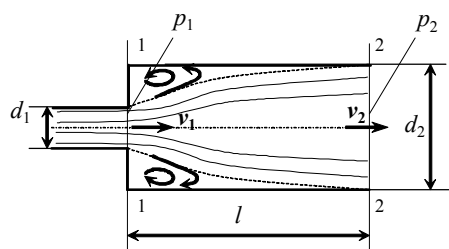

图1 圆管段断面突然扩大
附图 1 (1) 绝对粗糙度与层流底层厚
(2) 均匀流指流场中在任意给定的瞬时任意点的速度矢量完全一致; 缓变流指流线间夹角很小的流动。
(3) 在紊流核心区及过渡层, 流体的脉动使流体质点间存在交换或掺混; 质点的交换或掺混实质上是动量的改变, 这个改变附加了流体运动的剪切应力。这个剪切应力是紊流流动的附加阻力。
3. 如图 1 所示圆管段突然扩大, 其直径从 d_1 突然扩大到 d_2 , 液流从小断面 d_1 流入大断面 d_2 时, 流股向断面 2-2 扩散, 流速由 v_1 降为 v_2 。假设流动为定常紊流, 管段水平放置; 忽略断面高度的重力影响。试用动量方程等证明其流动损失为:
如图 1 所示, 当液流从小断面 d_1 流入大断面 d_2 时, 流股向断面 2-2 扩散, 流速降为 v_2 ; 直径为 d_1 的流股进入断面 1-1 后, 原贴近 d_1 壁面的流体质点与 d_1 的边界分离, 由于流线不能转折且流股在扩散, 致使断面 1-1 在 d_2-d_1 的环形面积区域存在旋涡。流股与旋涡两种流动存在一界面(图中虚线), 界面上存在频繁的质能交换, 质能交换的结果是能量的丧失。假设流动为恒定紊流, 管段水平放置, 列入下伯努力方程: